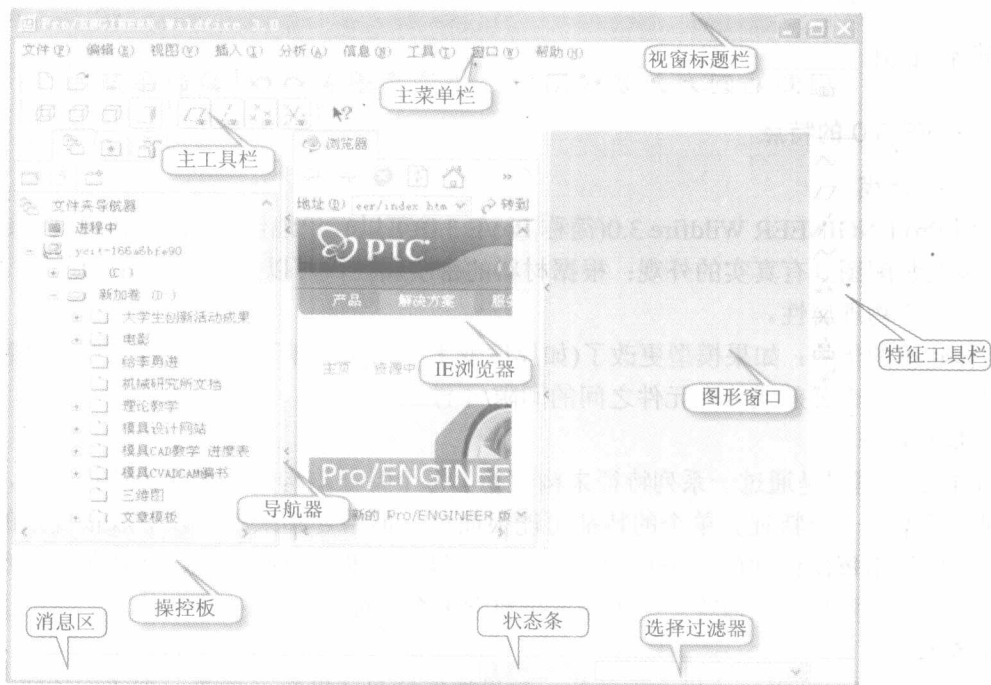
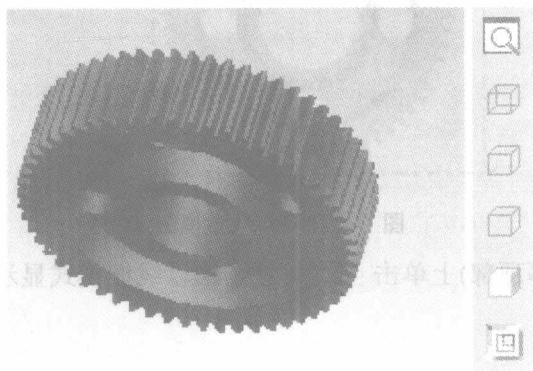

图 1-1 Pro/E 3.0 启动后的初始用户界面
图 1-2 零件预览图
Pro/E 3.0 启动后的初始用户界面如图 1-1 所示。
(1) 如图 1-1 所示，在“文件夹导航器”中(屏幕左边)，单击前的“+”，展开电脑里的所有磁盘。
(2) 单击磁盘符前面的“+”，找到实验指导书随书光盘中的“实验 1”，选中后单击右键，在出现的快捷菜单中单击“设置工作目录”，把当前的文件夹设为 Pro/E 的当前工作目录。
(3) 此时浏览器中的路径即为工作目录，工作目录下的所有文件都按照文件名的字母顺序排列，任意选择一个文件，就可以预览它的几何形状。
(4) 在存放随书光盘文件的路径下，选择 C-79.prt 文件后，就可以看到该零件的形状，如图 1-2 所示。